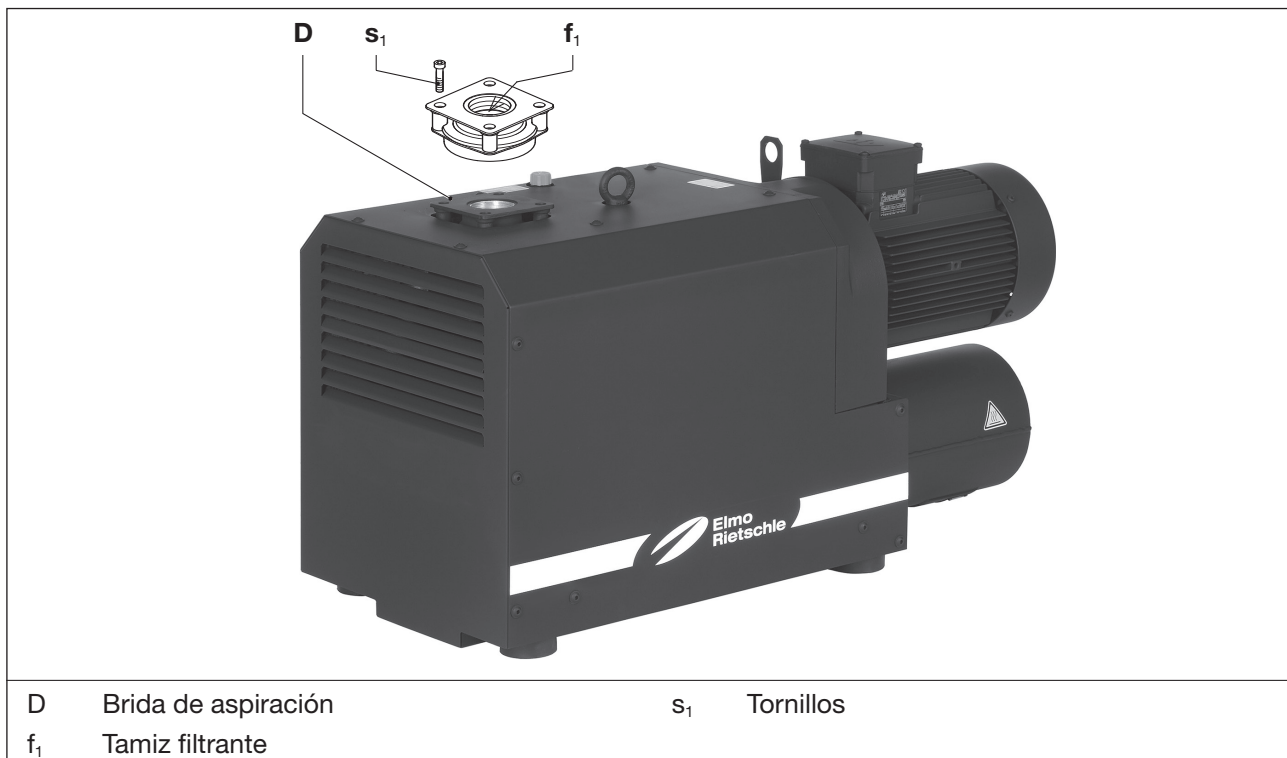

Fig. 6 Tamiz filtrante
- Retirar la brida de aspiración (Fig. 6/D) tras aflojar los tornillos (Fig. 6/s₁).
- Limpiar el tamiz filtrante (Fig. 6/f₁). Comprobar también la limpieza del asiento de la válvula.
- Volver a montar la brida de aspiración (Fig. 6/D) y apretar los tornillos (Fig. 6/s₁).